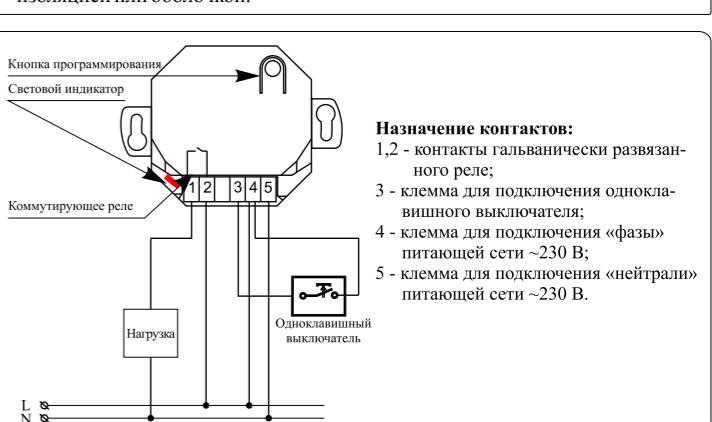

Рисунок 1 Типовая схема подключения Intro II 8522 UPM и назначение контактов
Коммутирующее реле включено между контактами 1 и 2. Для возможности включения/выключения нагрузки необходимо подать «фазу» на контакт 2 (см. рисунок 1), а нагрузку включить между контактом 1 и «нейтралью».
- «нейтраль» подключается к контакту 5 (см. рисунок 1).